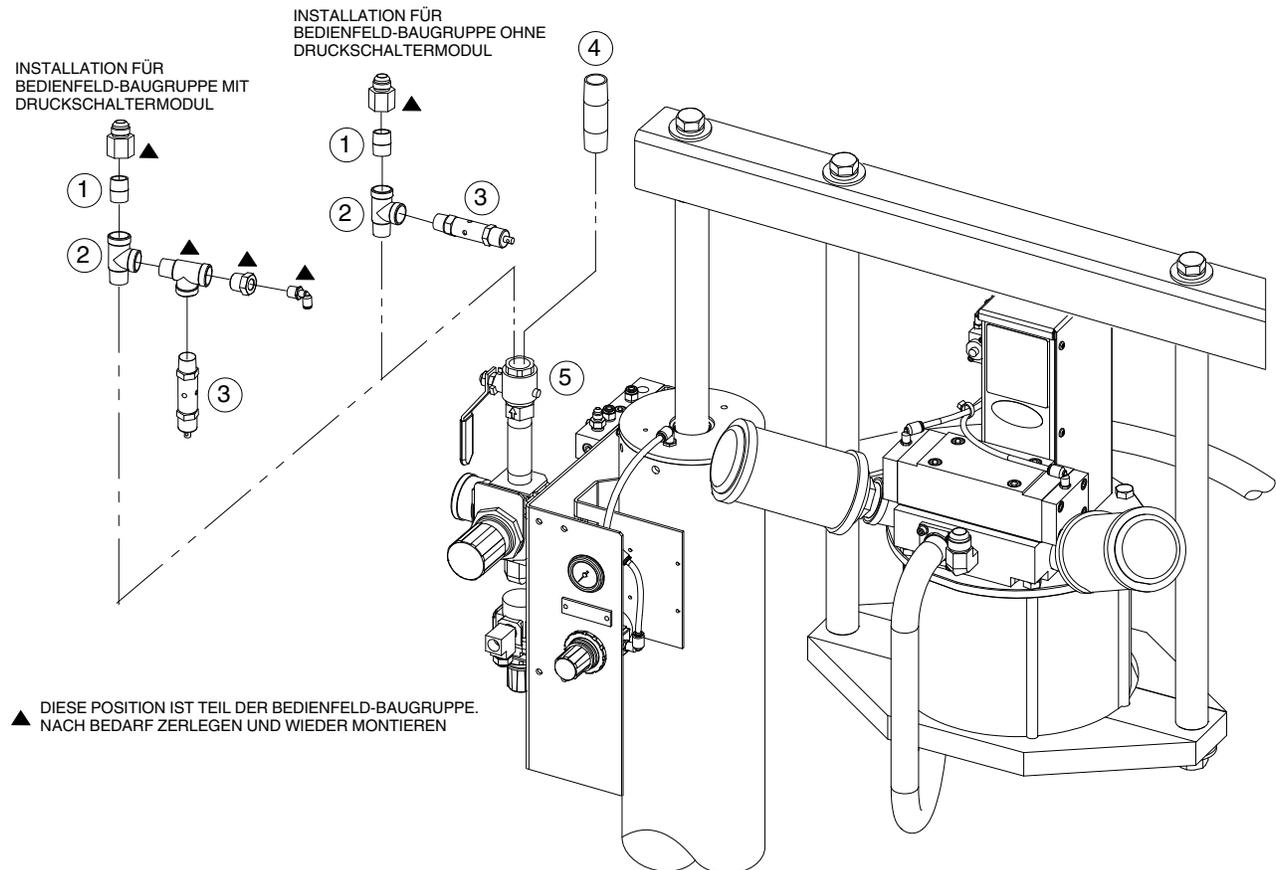

Abb. 1 Rhino SD2/XD2 Druckentlastungsventile
Siehe Abb. 1. Die Rhino SD2/XD2 Druckentlastungsventile werden als Teil der Luftmotorversorgung verwendet, um den Pumpenausgangsdruck zu begrenzen. Kits mit 65 und 80 psi Druckentlastungsventilen sind erhältlich.
1. Siehe Abb. 1. Den Nippel (4) vom Kugelventil (5) des Luftmotors entfernen und entsorgen.
Siehe Abb. 1 und nachstehende Ersatzteilliste.